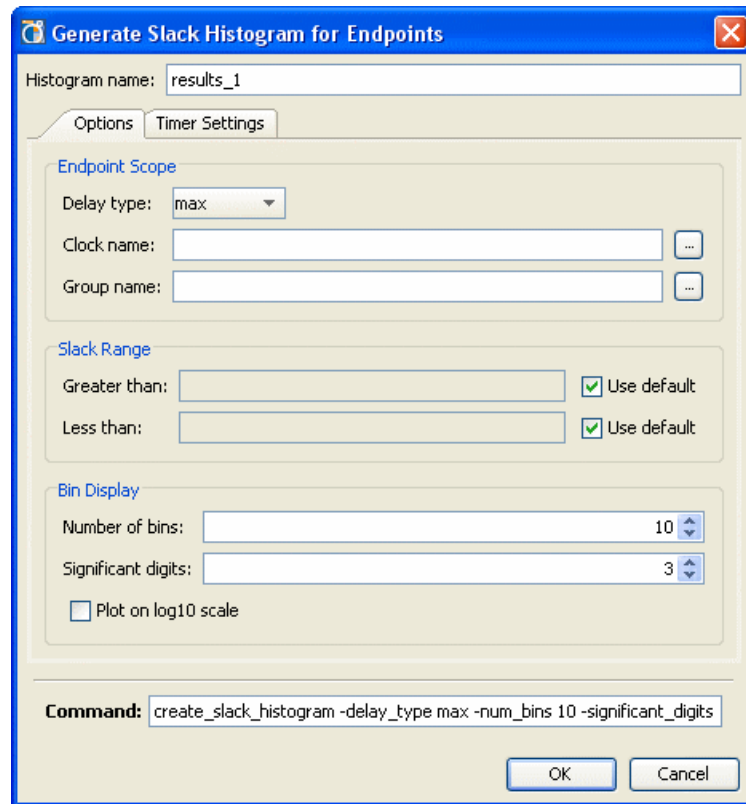

図 7-25 : [Generate Slack Histogram for Endpoints] ダイアログ ボックスの [Options] タブ
2. 207 ページの図 7-25 の [Generate Slack Histogram] ダイアログ ボックスが表示されます。このダイアログ ボックスからは、スラック ヒストグラムをカスタマイズできます。次のようなオプションがあります。
スラック ヒストグラムを生成する際に使用されるオプションは、[Generate Slack Histogram] ダイアログ ボックスの [Options] タブから指定できます。図 7-25 は [Options] タブを示しています。